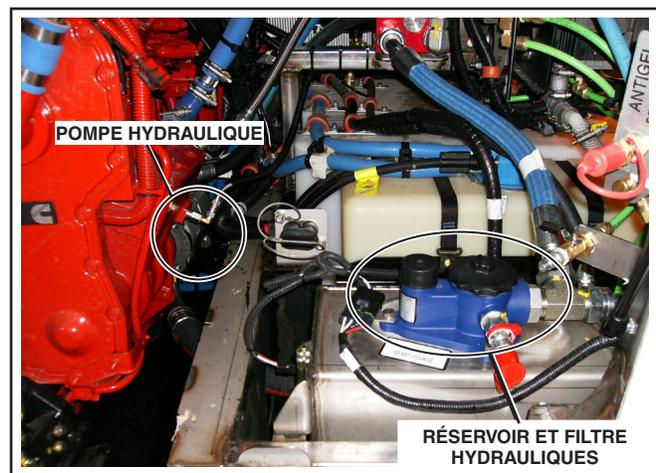
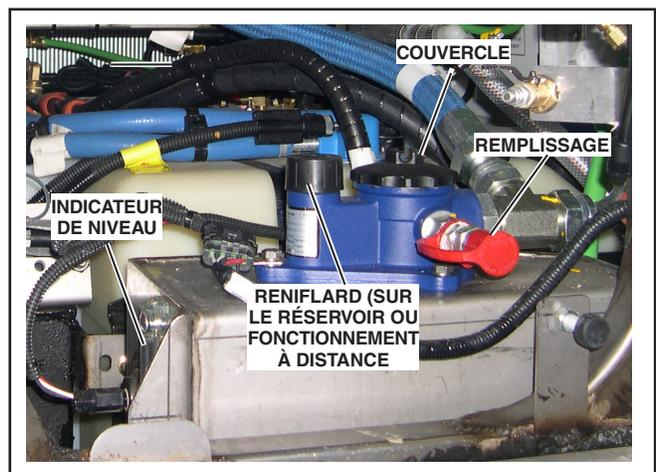

Figure 3 - Composants hydrauliques
Figure 4 - Réservoir hydraulique et filtre
Voir Figure 3 et Figure 4.
Voir Figure 3.
1. Connecter le baril d'huile neuve au système en utilisant le raccord rapide de remplissage. Voir Figure 4.